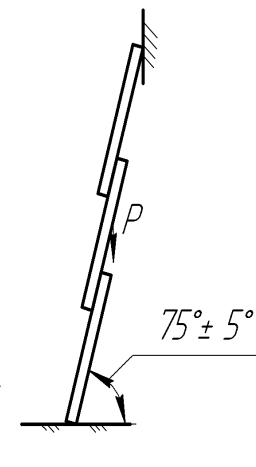

Рис. 5
- 1,96±0,1 кН (200±10 кгс) – на второе колено, посередине, к средней ступени, рис. 5.